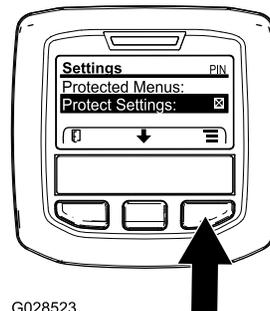

Рисунок 32
1. Перейдите в защищенное меню и разблокируйте подменю защищенных настроек (Рисунок 32); см. раздел Доступ к защищенным меню \(страница 26\).